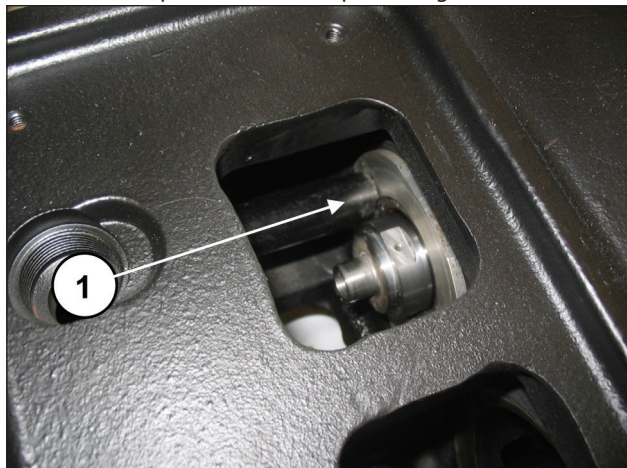
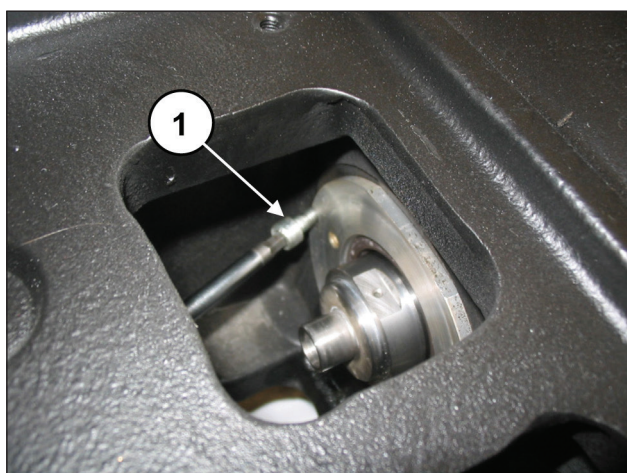

Fig. 142
Fig. 143
Assegure-se que a cobertura entra completamente no assento (pos. ①, Fig. 142) prestando atenção para não causar danos à borda da junta do óleo. Aperte as coberturas da junta do óleo através de dois parafusos M6x14 (pos. ①, Fig. 143).